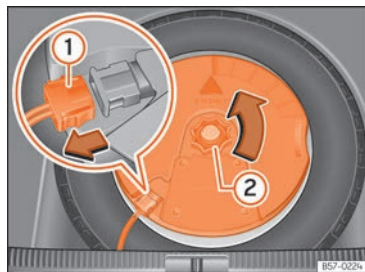

**Fig. 287** Nel bagagliaio: smontare il subwoofer.
- Scollegare il cavo dell'altoparlante *subwoofer* » **fig. 287 ①**.
- Ruotare la rotella di fissaggio in senso antiorario ②.